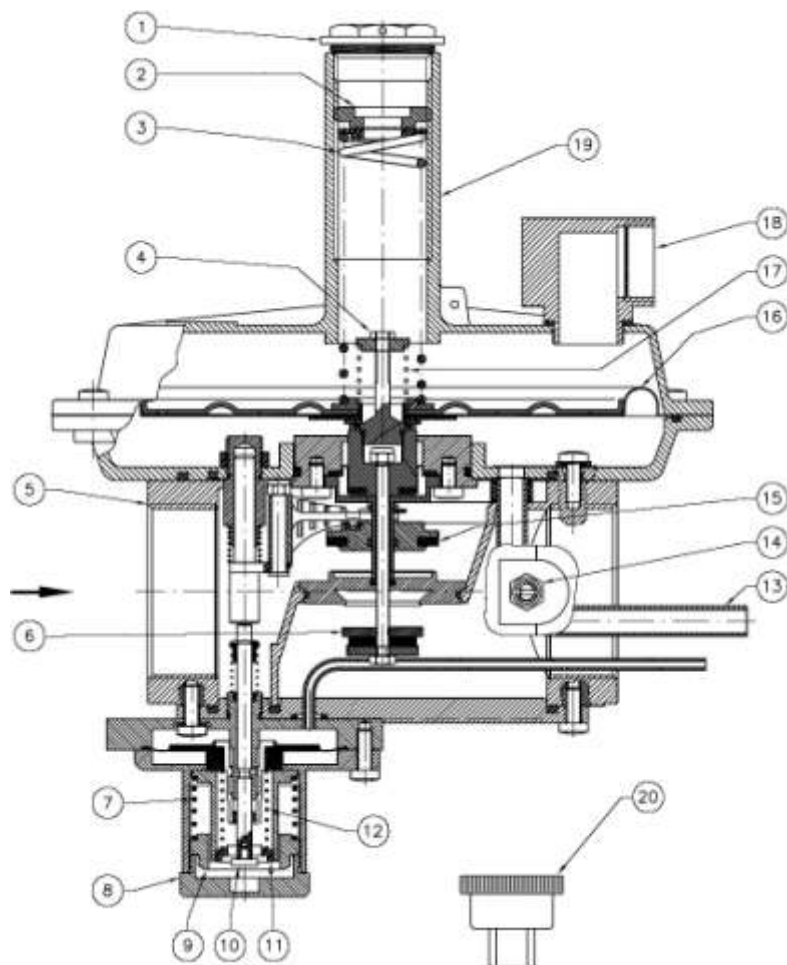

Рис. 1
Регулятор (рис. 1) состоит из: запорный колпачок (регулятор) (1); регулировочный винт выходного давления (2); пружина настройки выходного давления (3); настройка сбросного клапана (4); корпус (5); затвор регулятора (6); пружина настройки ПЗК по избыточному давлению (7); защитный колпачок (ПЗК) (8); регулировочный винт ПЗК по избыточному давлению (9); рычаг взвода ПЗК (10); настройка ПЗК по недостаточному давлению (11); пружина настройки ПЗК по недостаточному давлению (12); встроенная импульсная трубка (13); штуцер измерения давления на выходе (14); затвор ПЗК (15); рабочая мембрана (16); пружина сбросного клапана (17); сбросное отверстие избыточного давления G 3/4" (18); воронка (19); ключ для настройки ПЗК (20).
- Для настройки регулятора необходимо использовать манометр, который можно установить в штуцер для отбора давления (см. рис. 1).
- Отвинтить колпачок (8)
- Слегка нажать на рычаг (10) и подождать несколько секунд до стабилизации давления после регулятора и затем надавите на рычаг до щелчка.
- Установить колпачок (8) в исходное положение.